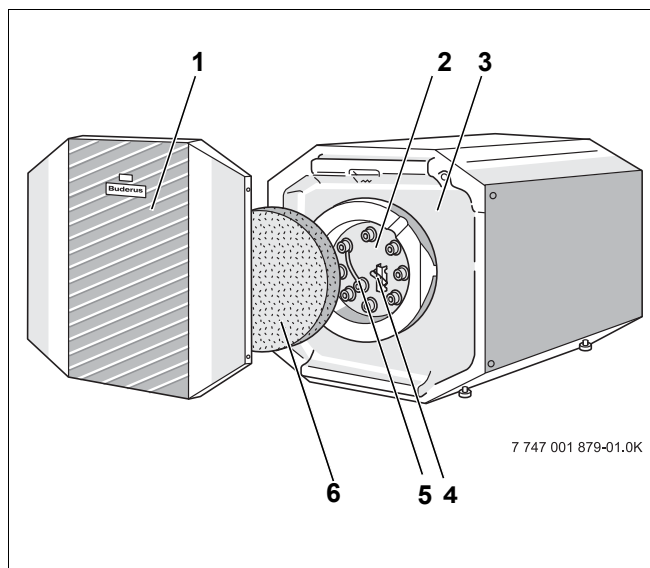

Рис. 1 Бак-водонагреватель Logalux LT135/1 – LT300/1
Коррозионная защита состоит из гигиенической термоглазури DUOCLEAN MKT и дополнительно из катодной защиты в виде магниевого анода (рис. 1, **поз. 5**), доступной через крышку люка (рис. 1, **поз. 2**).
- Крышка люка (рис. 1, **поз. 2**) для проведения техобслуживания и чистки.
- Теплоизоляция (рис. 1, **поз. 3**)
Теплоизоляция из не содержащего вредных веществ полиуретанового пенопласта нанесена непосредственно на бак. Теплоизоляционный элемент (рис. 1, **поз. 6**) из пеноматериала уменьшает теплопотери через крышку люка.
- Накладной температурный датчик (рис. 1, **поз. 4**)